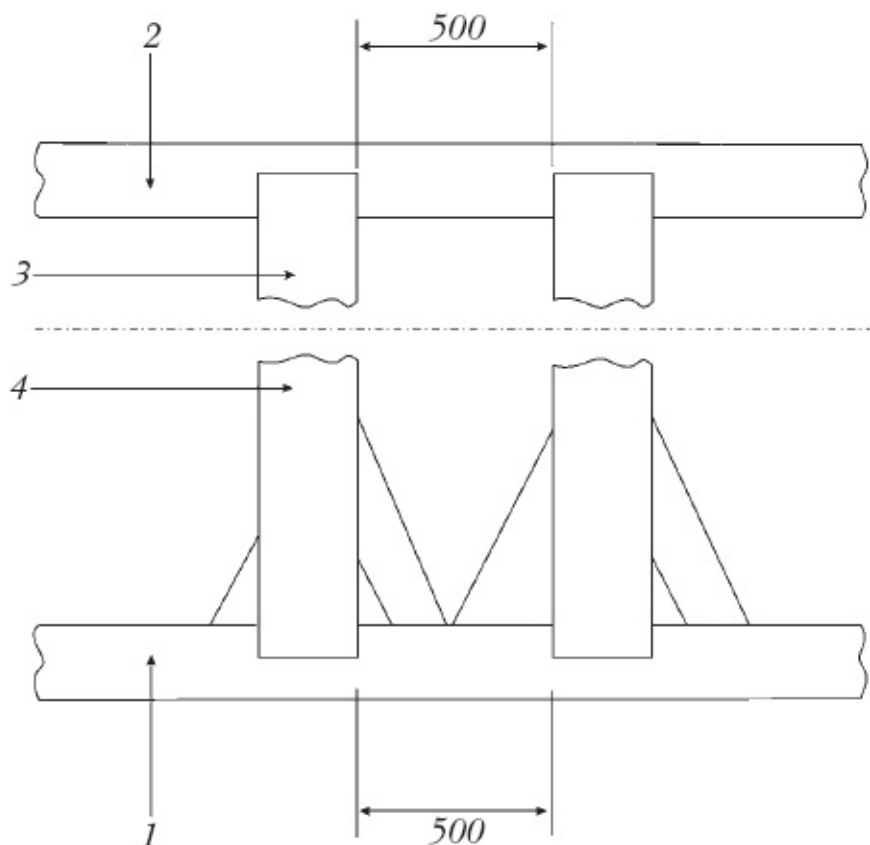

Рисунок 20. Монтаж верхней обвязки (размеры указаны в миллиметрах): 1 – нижняя обвязка; 2 – верхняя обвязка; 3 – промежуточные опоры
5. Выполните верхнюю обвязку из бруса сечением 100 Ч 100 мм, соединив ее детали так же, как стыковали элементы нижней обвязки. Чтобы не допустить перекоса каркаса, пазы под промежуточные стойки должны находиться строго над пазами, выбранными в нижней обвязке (рис. 20). Для фиксации используйте гвозди длиной 150 мм, вбив их в наружную плоскость бруса верхней обвязки (они должны войти в стойку не менее чем на 100 мм).